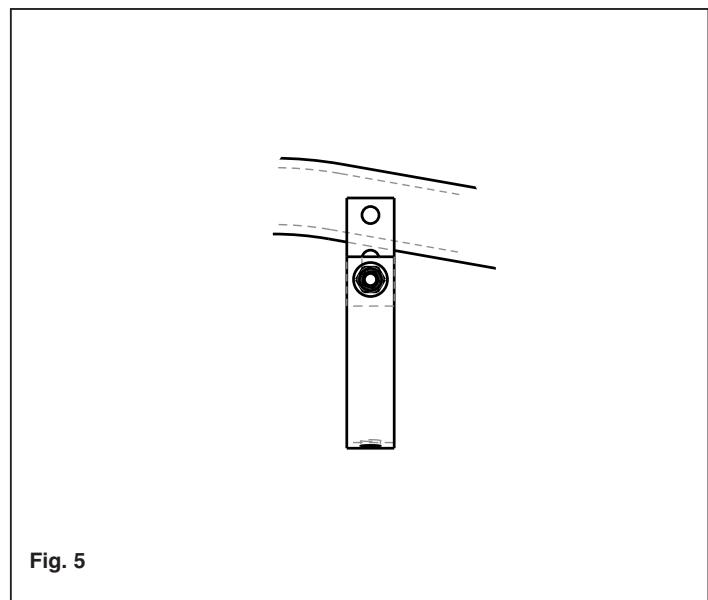

Fig. 5
15. Поставить кронштейн H и прикрепить его в точках I. См. рисунок 5.